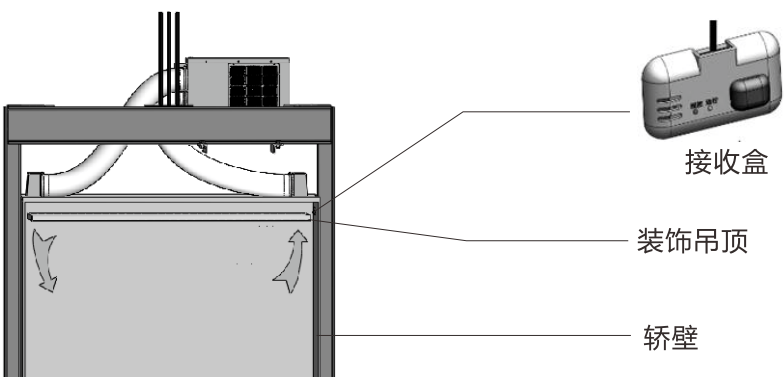

图10
①建议将遥控接收盒粘贴在回风口侧的轿壁与装饰吊顶间的缝隙内，如图10所示，注意遥控接收盒不可直接被冷风吹到。
②粘贴之前要先将轿壁上接收盒放置位置用酒精擦干净，等被擦位置干后将接收盒背面双面胶保护纸撕掉并粘贴上。
(6) 电源线的连接